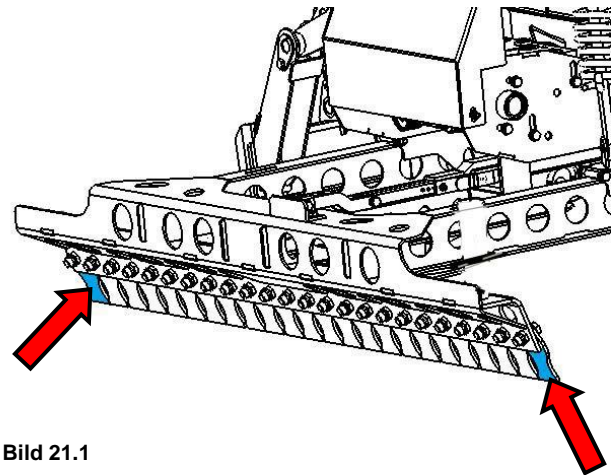

Bild 21.1
*A razão para isto é que as lamelas exteriores de aço para molas (Fig. 21.1) sobressaem muitas vezes ligeiramente do exterior da camada de tijolo durante o processo de prensão, tornando assim possivelmente mais difícil colocá-las contra uma camada de tijolo já colocada.*